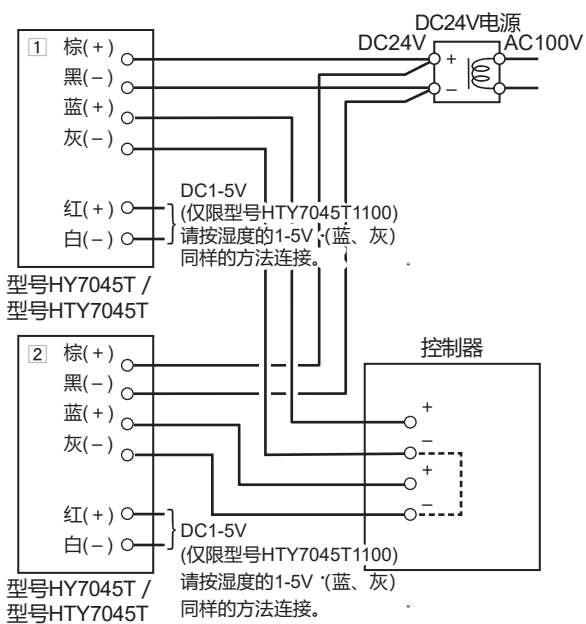

图17
- (1) 将安装板安装在配管连接型隔热板上。
- (2) 将墙壁直接安装套件本体安装在安装板上。
- (3) 将本体单元的输出导线与外线 (负载侧) 连接。(参考) “■接线图17、18”
- (4) 取下本体的罩盖。(参考) “《墙壁直接安装》步骤(4)”
(参考) “■接线图17、18”
(参考“■接线图17、18”)
但是, ①棕 (+) - ②棕 (+)、①黑 (-) - ②黑 (-) 请按“图17”所示接线。
(注) DC电源与新安装时相同（图17）。